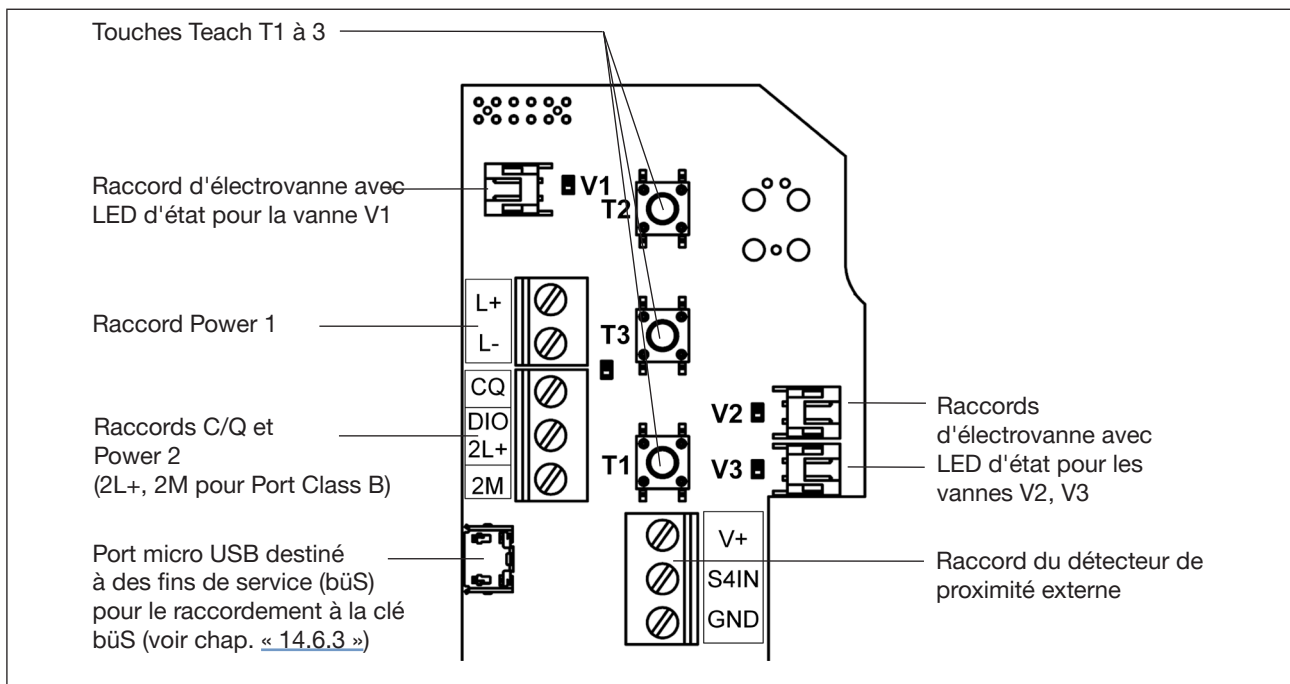

Figure 36 : Module électronique IO-Link (dans l'exemple : Port Class B)
- Ouvrir le boîtier (voir « 8 Ouverture et fermeture du boîtier » à la page 39) de sorte que le module électronique soit visible, voir « Figure 36 » ci-dessous.
Les mises à jour du firmware peuvent être effectuées uniquement via l'interface de service (port micro USB destiné à des fins de service (bùS)) sur le module électronique, voir « Figure 36 ». À cet effet, la **clé bùS** (ou le kit d'interface USB-bùS 2, voir « 14.6.3 ») ainsi que le « Bürkert Communicator » sont requis, voir « 14.6.1 ».